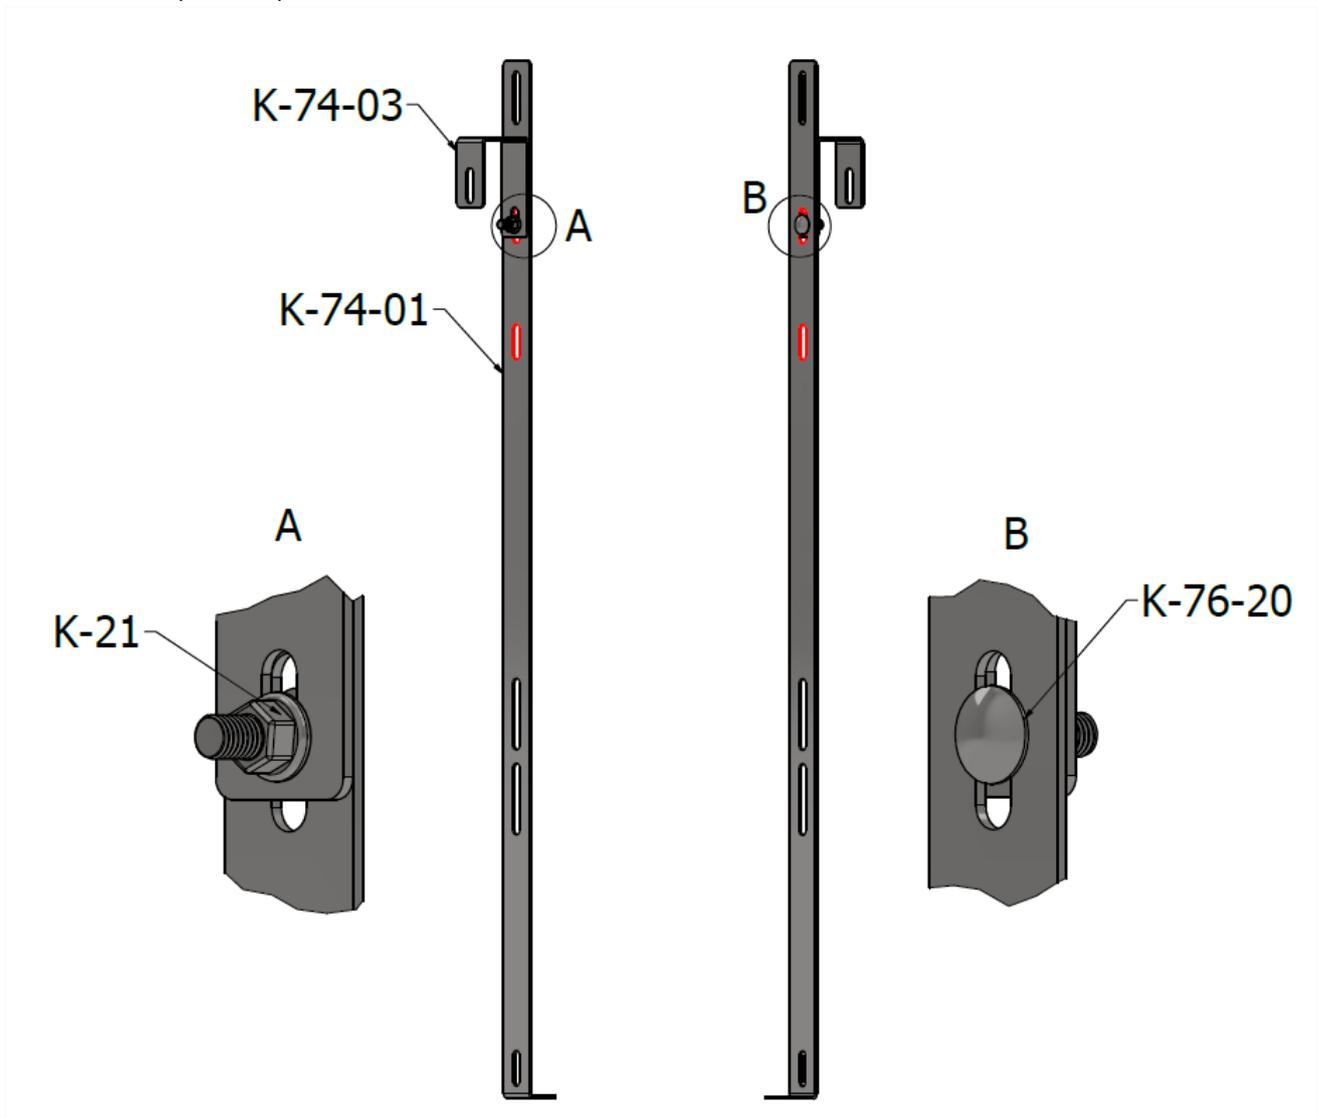

ABB.3 Verdrehen der Elemente K-74-01 und K-74-03
2. Der nächste Schritt besteht darin, die Elemente K-74-01 und K-74-03 miteinander zu verkleben. Verwenden Sie dazu eines der beiden vorbereiteten Löcher, so dass die Höhe des Moduls für die Montage an der Brüstung gewählt werden kann. Die Komponenten sollten mit einer K-76-20 Sicherungsschraube und einer K-21 Mutter zusammengeschaubt werden (ABB.3).